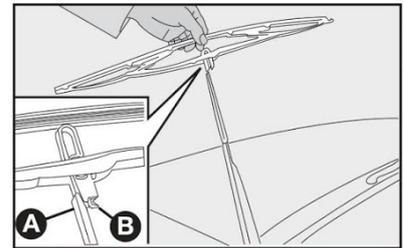

fig. 27
Substituição das palhetas do limpador do para-brisa - fig. 27
2) Tirar a palheta apertando a trava B-fig. 27 na haste A e simultaneamente empurrando-a para baixo, a seguir, desengatar a palheta da haste A;